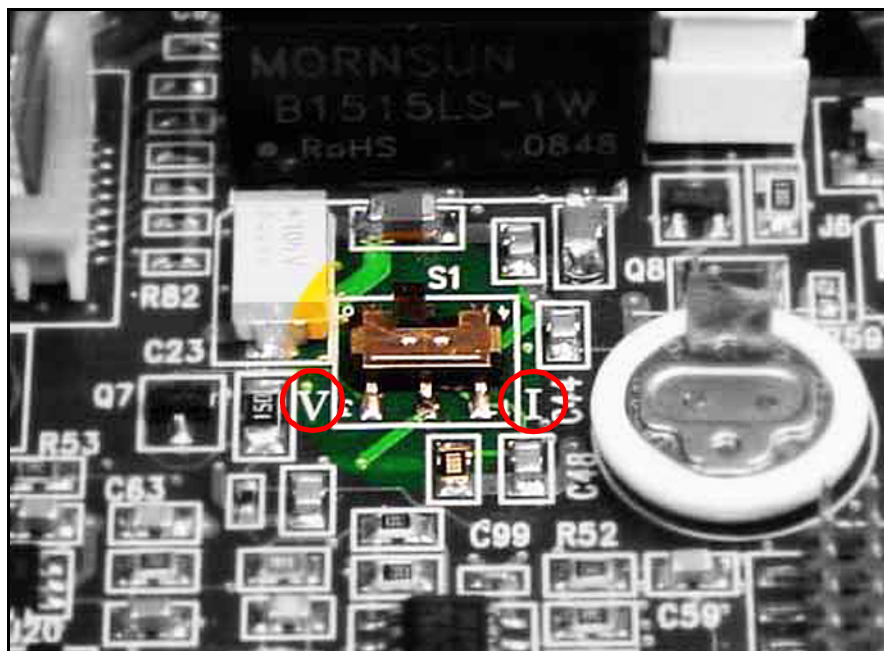

Figure 8: Schakelaar S1 op het Moederbord
Voer deze stappen uit om de **S1**-schakelaar te controleren of te resetten (zie *Figure 8* on page 5):
6. Zoek schakelaar **S1** (zie de gemarkeerde zone in *Figure 8* hieronder).